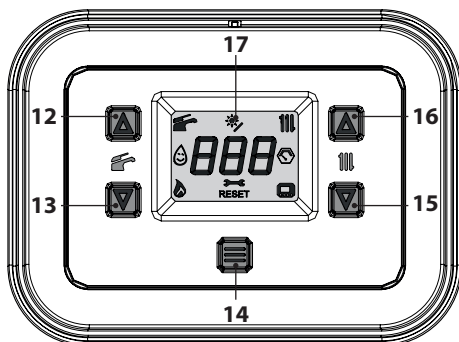
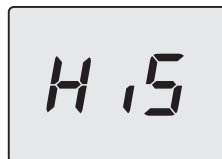
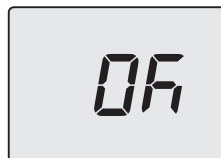

Рисунок 9.1
Рисунок 9.2
Рисунок 9.6
- Войдите в «режим программирования», нажав одновременно и удерживая в течение 5 секунд кнопки 13 и 15 (Рисунок 9.1), до появления на ЖК-дисплее надписи **HiS**, указывающей меню «Хронология котла» (Рисунок 9.2).
- Нажав кнопку 14 (Рисунок 9.1), можно подтвердить введенное значение. На дисплее в течение 5 сек. отображается следующее изображение (Рисунок 9.6), после чего происходит переход на верхний уровень.
- удерживать кнопки 13 и 15 в течение 5 сек. (Рисунок 9.1) (возврат на предыдущий уровень).